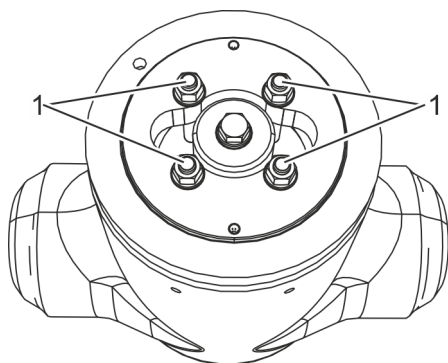

Fig. 29: Tapa de fijación
4. ➤ Reapriete con la mano las tuercas (Fig. 29/1) de la tapa de fijación.